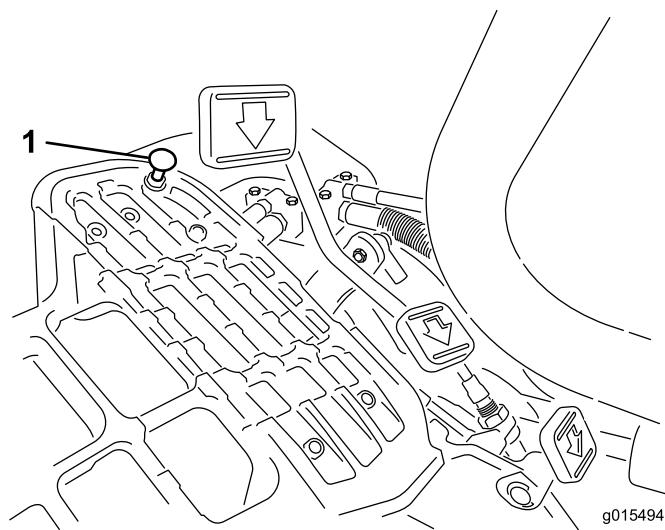

図49
モードレバーを「移動走行」位置にセットし、ペダルを一杯に踏み込めば最高速度となります。ケーブルに張力が掛かる前にペダルがストップ（図49）に当たる場合には調整が必要です。
- モードレバーを「移動走行」位置にセットし、ペダルストップを固定しているロックナットをゆるめる（図49）。